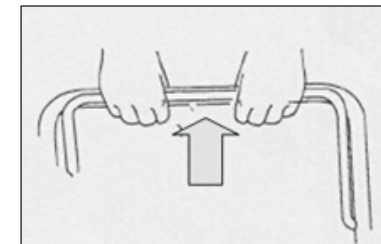

Fig. 2B
B) De pé atrás da unidade, segure a alavanca de controlo de travagem e segure-a contra a barra superior. (Fig. 2B)